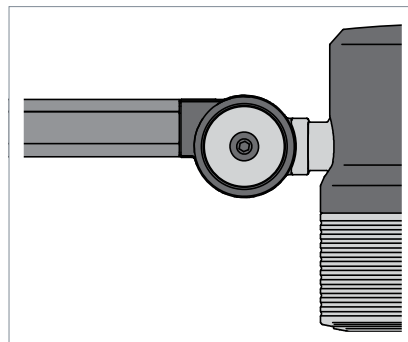

Fig. 4: Giunto e viti del giunto.
- Nel caso di un'apparecchio d'illuminazione con giunti: stringere tutte le viti del giunto finché l'apparecchio d'illuminazione non rimane bloccato nella posizione desiderata, vedi Fig. 4.